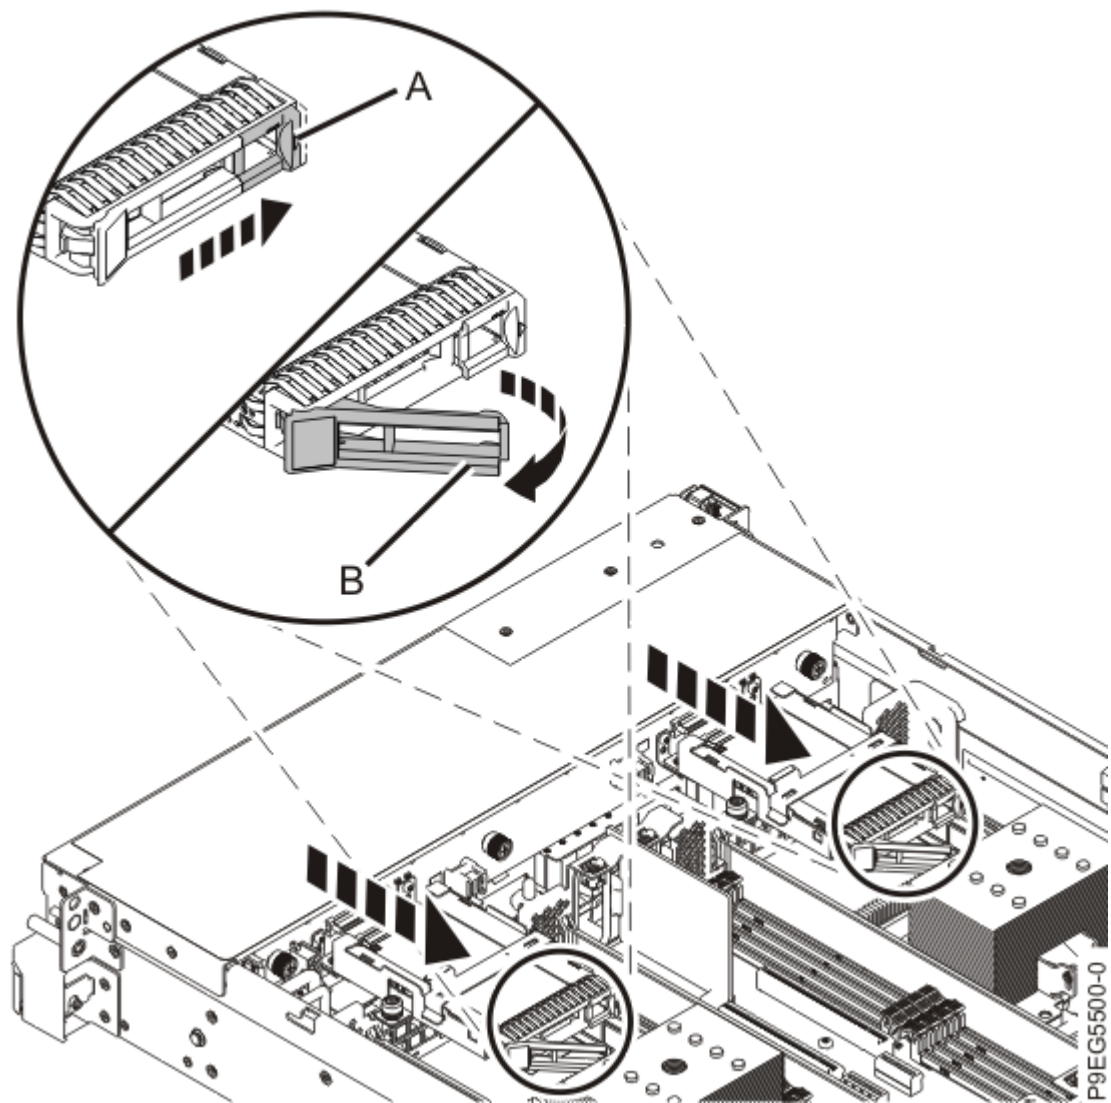

Figura 7. Destravando a unidade
- b) Empurre a guia da unidade **(A)** para liberar a alavanca da unidade **(B)** conforme mostrado na Figura 7 na página 9.